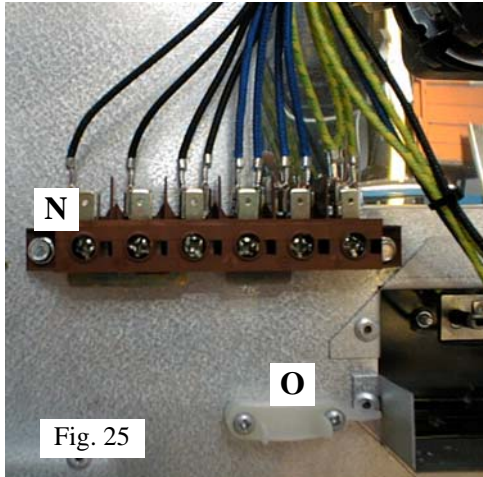

Fig. 25
- Procédez au raccordement en utilisant un câble souple normalisé au bornier **N** (fig. 25 & 26).
- Fixez le câble au moyen du serre câble **O** (fig. 25).
- Use a standard flexible cable to connect to terminal block **N** (Figures 25 & 26).
- Secure the cable by means of cable clamp **O** (Figure 25).